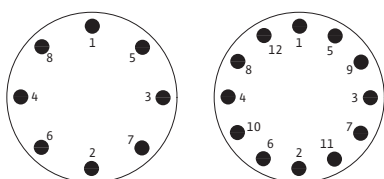

Fig. 41: Ordre de serrage des vis
- Respecter la chronologie (fig. 41).